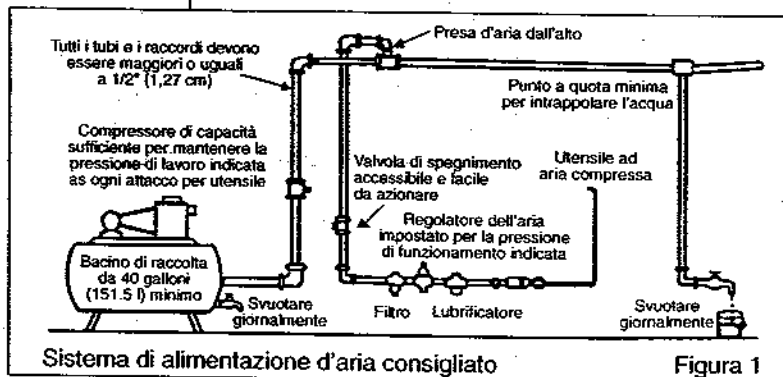

Figura 1
Utilizzare un compressore d'aria pulito e lubrificato, che fornisca una pressione misurabile di 6,2 bar all'utensile durante l'azionamento con la levetta di accelerazione spinta fino in fondo e con il regolatore dell'aria nella posizione di apertura di aria massima. Usare tubi di raccordo delle dimensioni e lunghezze consigliate. Si raccomanda di collegare l'utensile al compressore d'aria come indicato nella figura 1.
Non collegare l'utensile ad un raccordo ad innesto rapido; utilizzare invece un tubo flessibile di circa 12" di lunghezza. Non collegare il sistema di alimentazione dell'aria senza installarvi una valvola di spegnimento accessibile e facile da azionare. Il compressore deve essere lubrificato. Come mostrato nella figura 1, si consiglia di usare un filtro dell'aria, un regolatore e un lubrificatore (FRL), in modo da fornire all'utensile aria pulita e lubrificata alla pressione corretta. I particolari dei dispositivi possono essere richiesti al proprio fornitore. Se non si usano tali dispositivi, per lubrificare l'utensile si deve interrompere l'alimentazione dell'aria e togliere pressione alla linea premendo la levetta di accelerazione dell'utensile. Scollegare la linea di alimentazione e versare nell'adattatore del raccordo (16) un cucchiaino da caffè (5 ml) di lubrificante per motori pneumatici, possibilmente incorporandovi un antiruggine. Ricollegare l'utensile al compressore e farlo girare lentamente per alcuni secondi per consentire all'aria di far circolare l'olio. Se l'utensile viene usato frequentemente, o se comincia a rallentare o perde potenza, lubrificarlo tutti i giorni. Quando si esegue la lubrificazione controllare anche che il filtro dell'aria nell'adattatore del tubo (16) sia pulito.